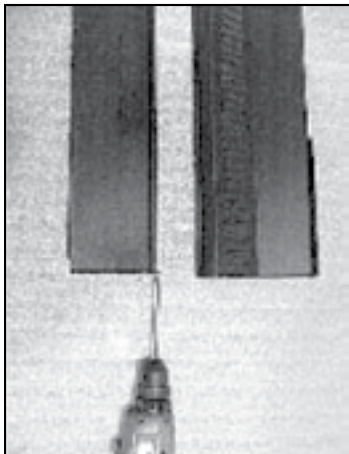

Figure 25.1
2. Installez (1) une vis 4 x 9 mm (8-32 x 3/8 po) dans la languette inférieure du panneau latéral **Figure 25.1**.